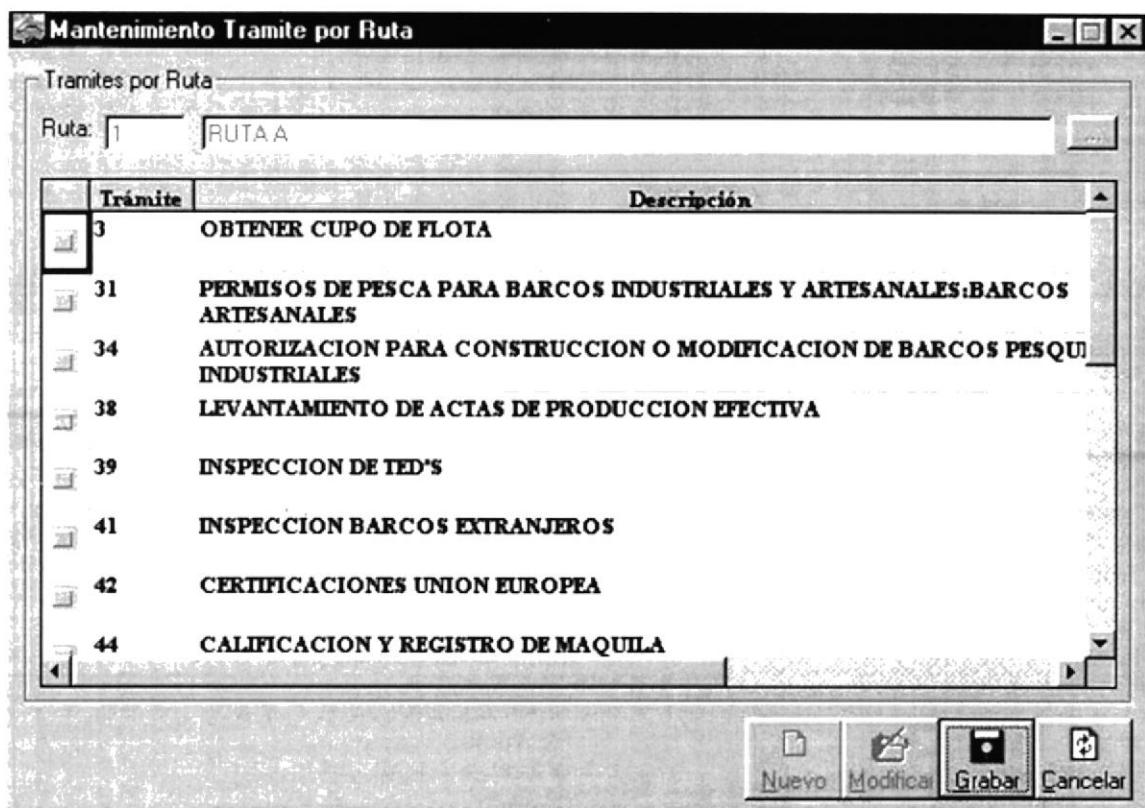

Figura 10.67 Pantalla de Requisitos consultados
2. Dar click en el botón Nuevo  para que aparezcan las listas de requisitos y así pueda seleccionar el o los que va a asignar al trámite (ver figura. 10.67) .